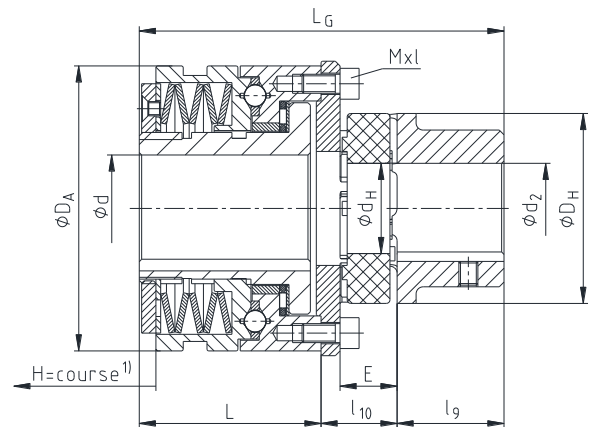

Fig. 11 : Montage de l'accouplement
- Déplacer les ensembles axialement jusqu'à atteindre la cote E (voir fig. 11).